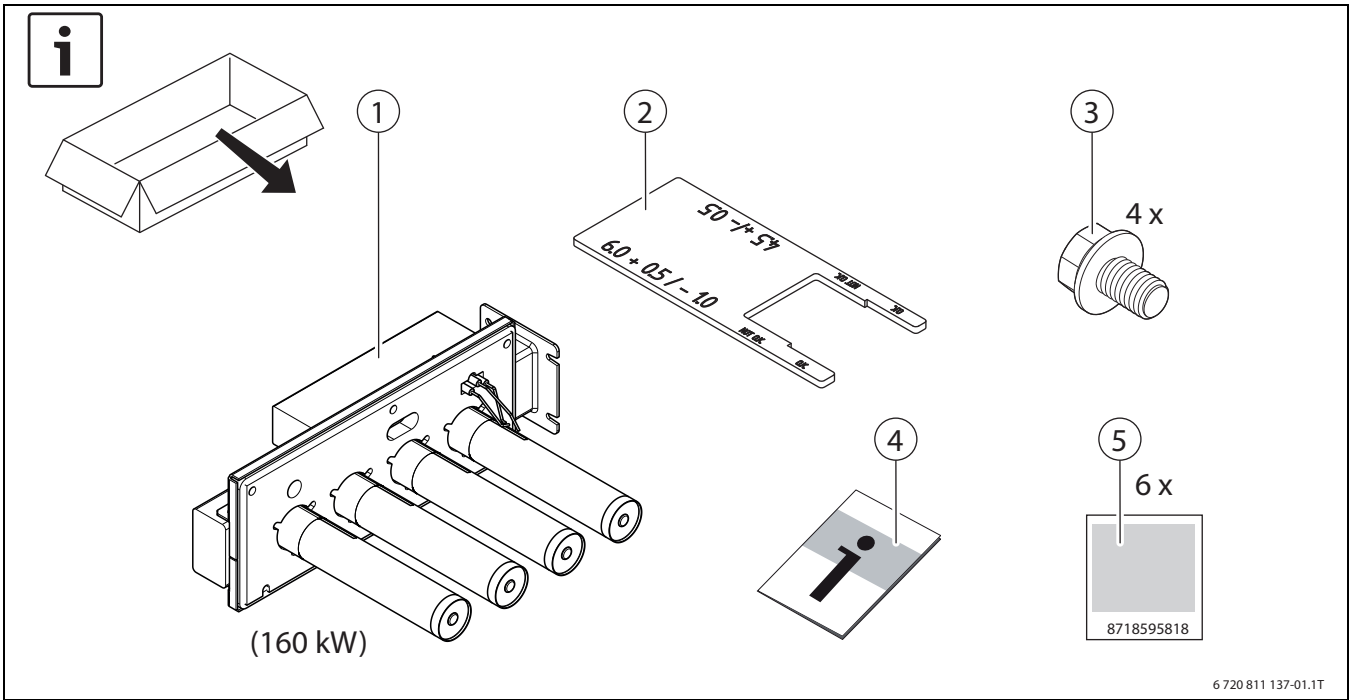

Fig. 1
- Stryk motsvarande ställe i den befintliga installations- och underhållsanvisningen. Fäst etiketten i leveransinnehållet på motsvarande plats (→ bild 1, sidan 15, [5]).